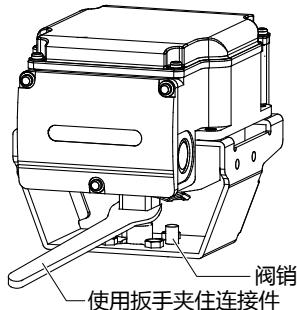

图11 手动开闭操作
(2) 松开端子盖固定螺丝 (M4×10、3处)，卸下端子盖。
(3) 使用端子 (M3.5螺丝) 连接电缆。
* 请参照『图11 接线例』，正确连接。